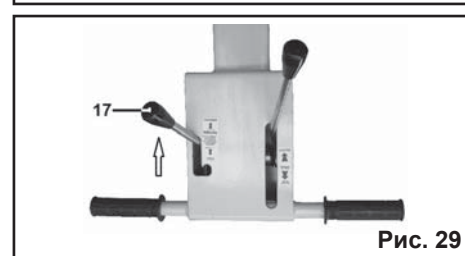

Рис. 29
9.5. Для включения вибрации установите рычаг включения вибрации (17) (Рис. 29) в положение **ВИБРАЦИЯ**.